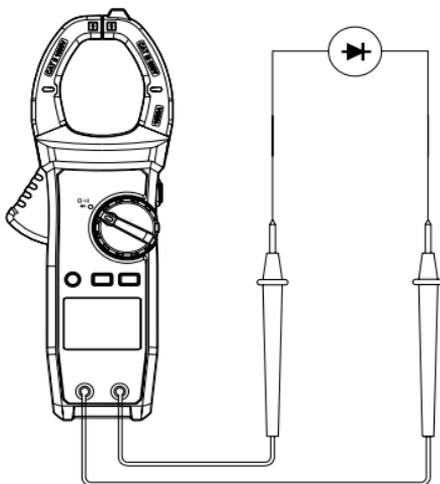

Рис.9 Проверка диода
- 2) Установите переключатель на « $\rightarrow$ »), нажмите SELECT, для выбора режима проверки диода  $\rightarrow$ . Подсоедините щуп красного тестового провода к аноду (+) проверяемого диода, а черный – к его катоду (-) (см. рис. 9).